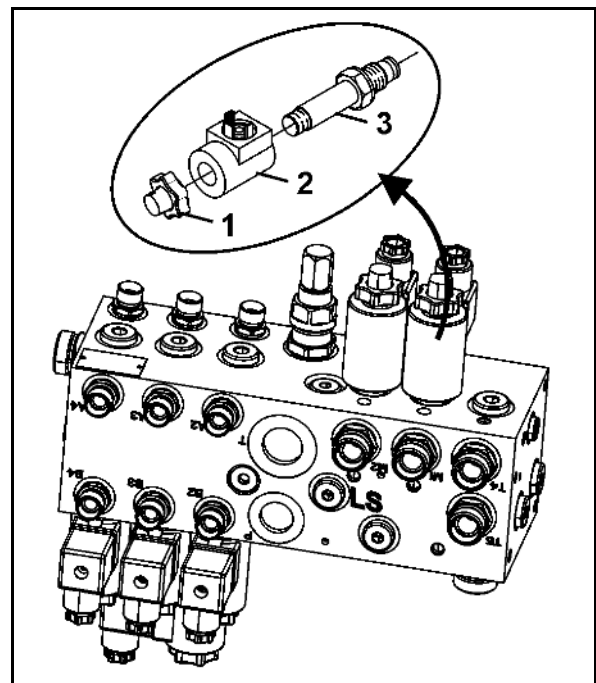

図 57
2. マグネットキャップ (図 57/1) を回して外します。
3. マグネットコイル (図 57/2) を取り外します。
4. バルブロッド (図 57/3) をバルブ座と共に回して外し、圧縮空気または油圧オイルで清掃します。